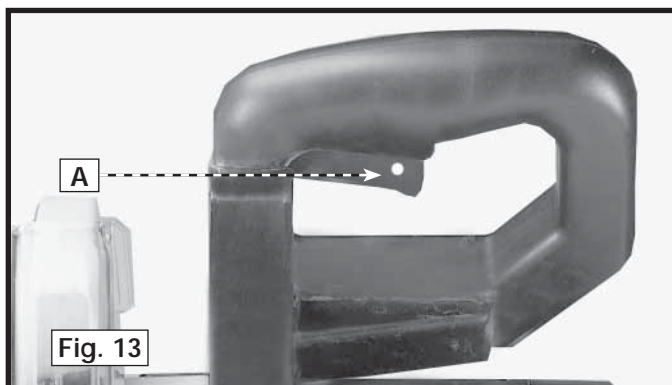

Fig. 13
Para encender la máquina, oprima el interruptor de gatillo (A) Fig. 13. Para detener la máquina, suelte el interruptor de gatillo. Esta sierra de ingletes viene equipada con un freno de hoja automático. Tan pronto como se suelta el interruptor de gatillo, (A) Fig. 13, el freno eléctrico queda activado y detiene la hoja en cuestión de segundos.
⚠ ADVERTENCIA Una hoja de sierra girante puede ser peligrosa. Después de completar el corte, suelte el interruptor de gatillo (A) Fig. 13 para activar el freno de la hoja. Mantenga el cabezal de corte en la posición inferior hasta que se detenga completamente la hoja.
IMPORTANTE: Cuando la sierra de los ingletes no es adentro uso, el interruptor se debe bloquear en la posición de "Off" usando una fig. 13 del padlock (B) con 3/16" grillo del diámetro.